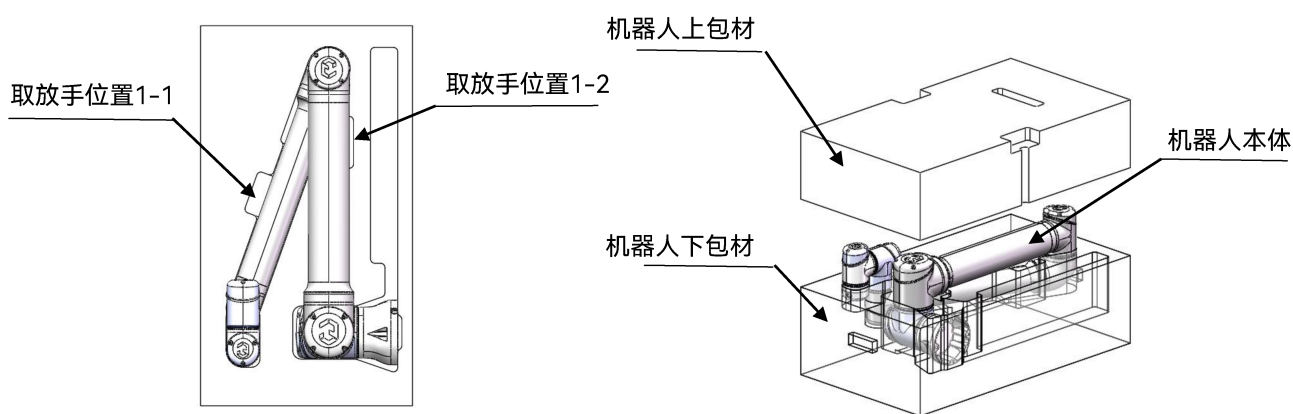

图 6-1: 机器人打包图
- CS64-13 机器人的打包姿态角度是：(A1: 180°、A2: -180°、A3: 160°、A4: -70°、A5: 180°、A6: -45°)，如图 6-1所示；